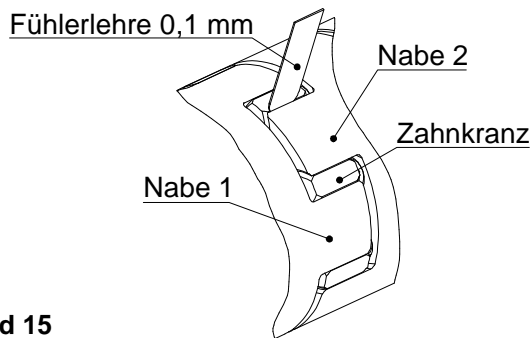

Bild 15
Am Zahnkranz (2) ist kein Abrieb erlaubt, da die ROBA®-ES eine spielfreie Kupplung ist. Der Zwischenraum zwischen zwei Klauen muss ohne Spiel mit dem Elastomer ausgefüllt sein. Eine Fühlerlehre mit 0,1 mm Stärke darf sich nicht fügen lassen (Bild 15).